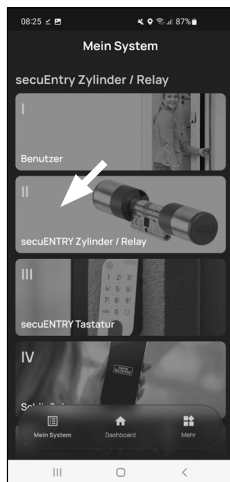

Fig. 1
① Appuyez sur le second élément du menu « II - secuENTRY Unités » (Fig. 1).